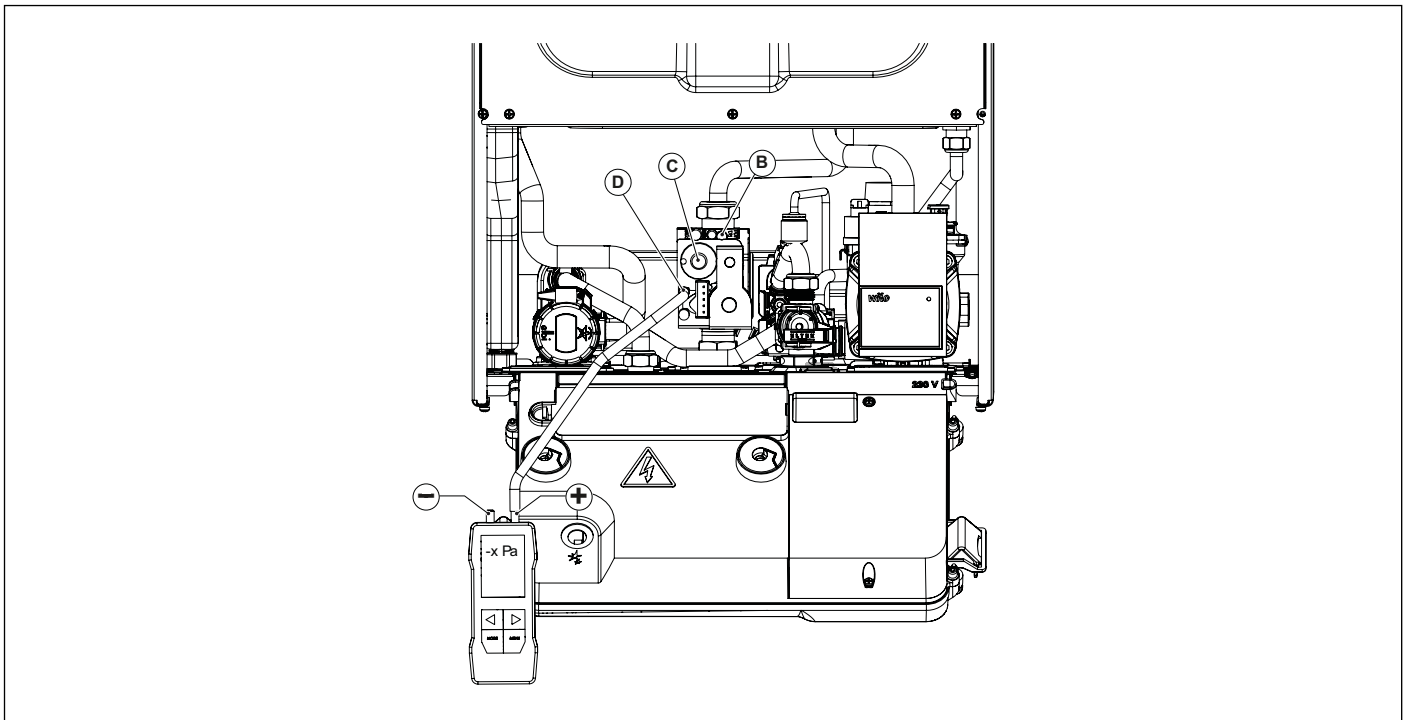

Fig. 46 Regulación presión de offset
- Abrir el tornillo de la toma de presión de offset **D** y conectarla a la entrada positiva (*) del manómetro diferencial (ver Fig. 46 Regulación presión de offset).